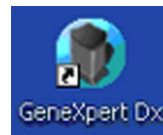

Abbildung 2-17. Verlassen Sie die GeneXpert Dx-Software, indem Sie im Menü „Benutzer“ auf Beenden klicken
5. Die GeneXpert Dx Software startet beim Systemstart automatisch. Mit dem GeneXpert Dx-Symbol auf dem Windows-Desktop kann die Software auch manuell gestartet werden. Siehe Abbildung 2-17.